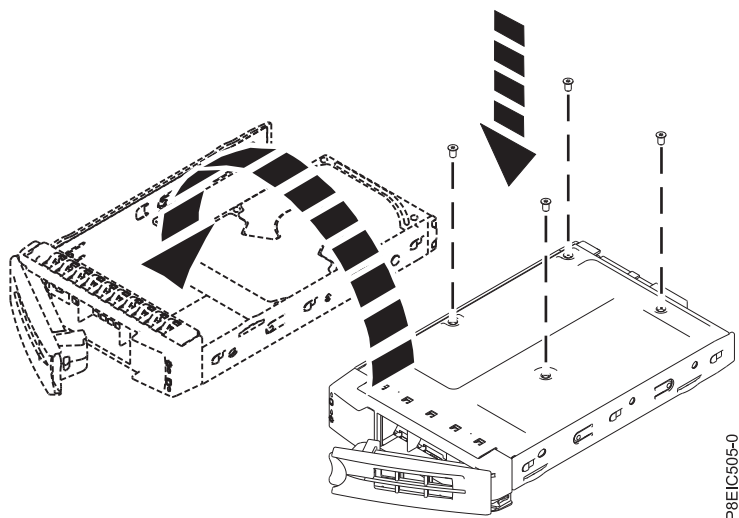

図 60. 2.5 型ドライブのトレイへの取り付け
- 2.5 型ドライブは、トレイの後部に置く必要があります。ドライブとトレイの両方を保持しながら、トレイを裏返します。ドライブをトレイの底面に 4 本のねじで固定します (98 ページの図 60 を参照)。